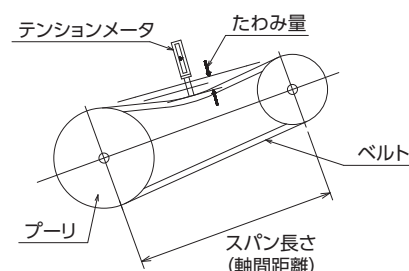

図3-7 たわみ量の測定方法
- ・適切な張りになるように、テンションメータを使用し、空気調和機本体に貼りつけてあるラベルの値を参考にして調整してください。（図3-7参照）